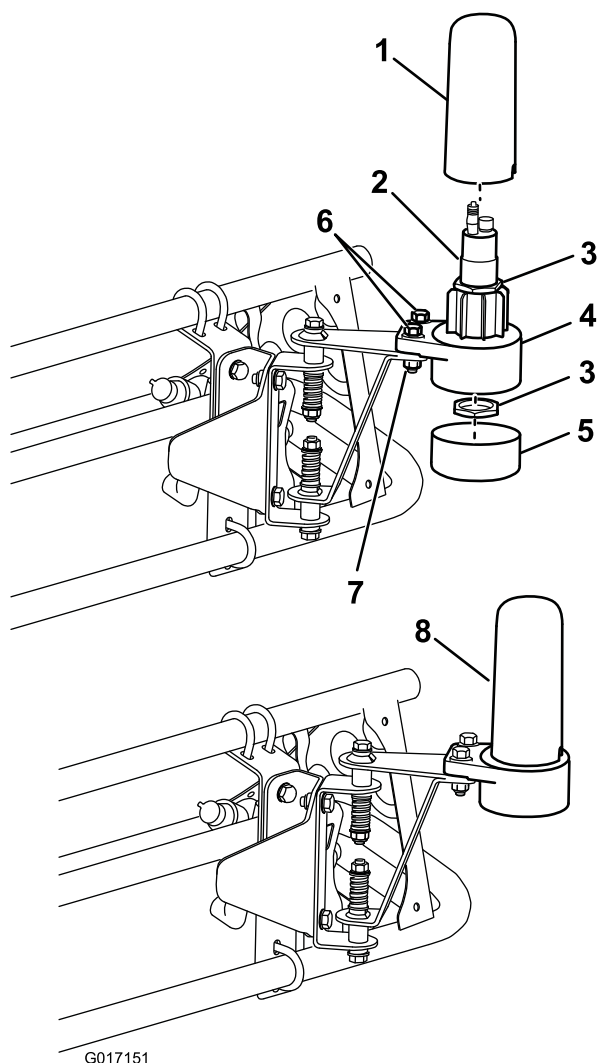

図 13
4. センサー取り付け用金具に下側センサーハウジングを取り付ける；ボルト（5/16 x 1/4 インチ）（2本）とロックナット（5/16 インチ）（2個）を使用する（図 13）。
6. 下側センサーハウジングにセンサーを差し込んでセンサーに付属している大きいナット (2個) で固定する (図 13)。
7. キャップチューブとカバーを取り付ける (図 13)。